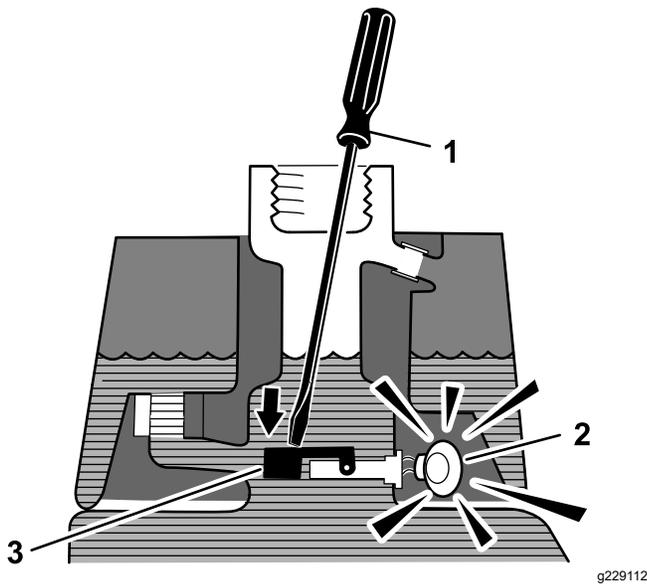

図 47
3. 汚れのついていない鉄の棒やねじ回しなどをタンクの首から差し込んで、フロートスイッチ 図 47 を押し下げる1 秒後にアラームがなれば正常。